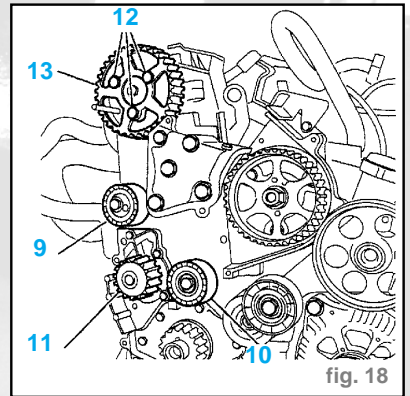

fig. 18
Impératif : Vérifier que les galets (9) et (10) ainsi que la pompe à eau (11) tournent librement (absence de point dur), vérifier également que ces galets ne sont pas bruyants et/ou qu'ils ne présentent pas de projections de graisse (fig. 18).
- En cas de remplacement, couples de serrage : galet (10) à 4,3 daN.m.
- Desserrer les vis (12).
- Contrôler la libre rotation de la poulie (13) sur son moyeu.
- Amener les vis (12) en contact contre les poulies.
- Serrer les vis (12) à **2 daN.m**.
- Déposer les piges de calage [3] - [2] (fig. 18 et fig. 15).